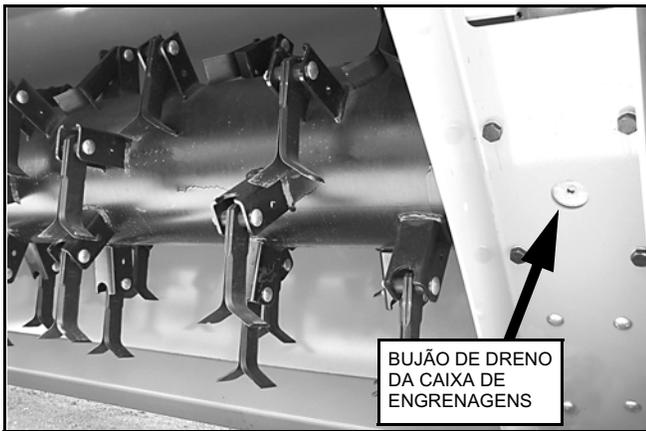

Figura 31. Bujão de dreno (lado de baixo da unidade)
5. Coloque um coletor de óleo sob o bujão de dreno. Remova o bujão de dreno e o bujão da vareta (consulte a Figura 31).